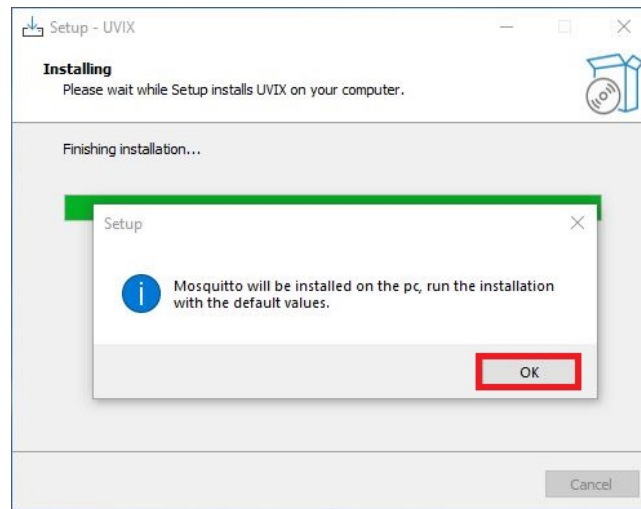

Figura 4.25: installazione Fast Mode
15. Cliccare su "Ok" per confermare l'installazione del Fast Mode, figura 4.25.